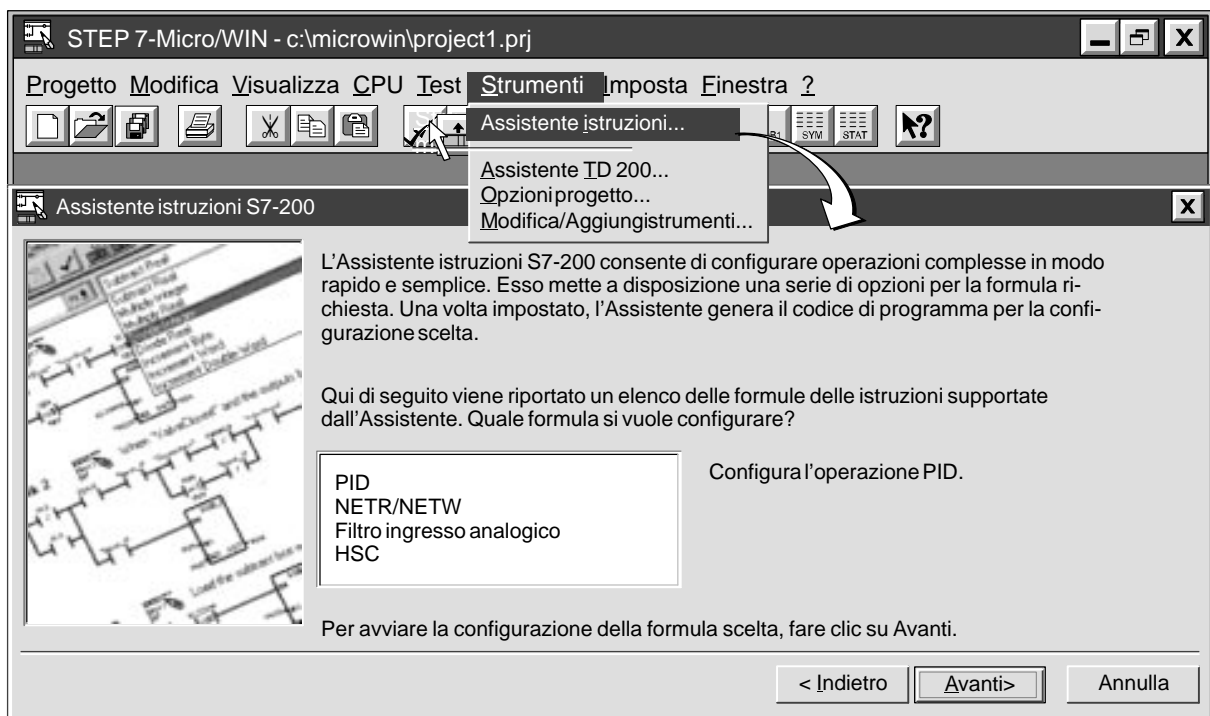

Figura 5-13 Utilizzo dell'Assistente istruzioni S7-200
1. Selezionare il comando di menu **Strumenti** **Assistente istruzioni...** come indicato nella figura 5-13.